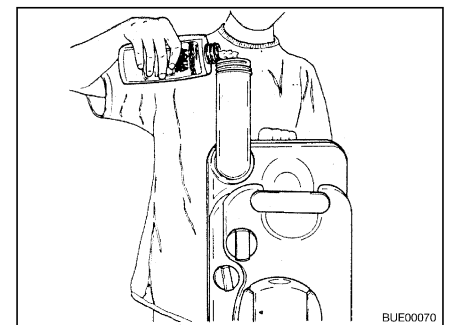

Fig. 294 Verter producto para sanitarios
- Rellenar la cantidad indicada de producto para sanitarios en el depósito de aguas fecales (Fig. 294).